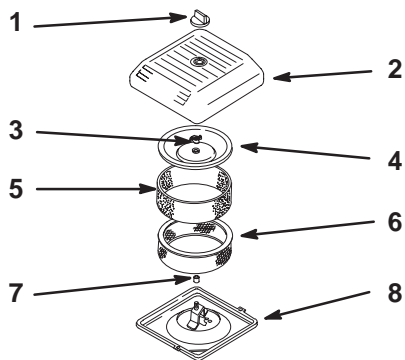

Figure 29
4. Dévissez le bouton et déposez le couvercle du filtre à air (Fig. 29).
5. Glissez délicatement le préfiltre en mousse hors de l'élément en papier (Fig. 29).
6. Dévissez l'écrou du couvercle et déposez le couvercle et l'élément en papier (Fig. 29).
1. Glissez délicatement le préfiltre en mousse sur l'élément en papier (Fig. 29).
2. Posez l'ensemble filtre à air sur sa base (Fig. 29).
3. Posez le couvercle et fixez-le à l'aide de l'écrou papillon (Fig. 29).
4. Reposez le couvercle du filtre à air et fixez-le en place avec le bouton (Fig. 29).